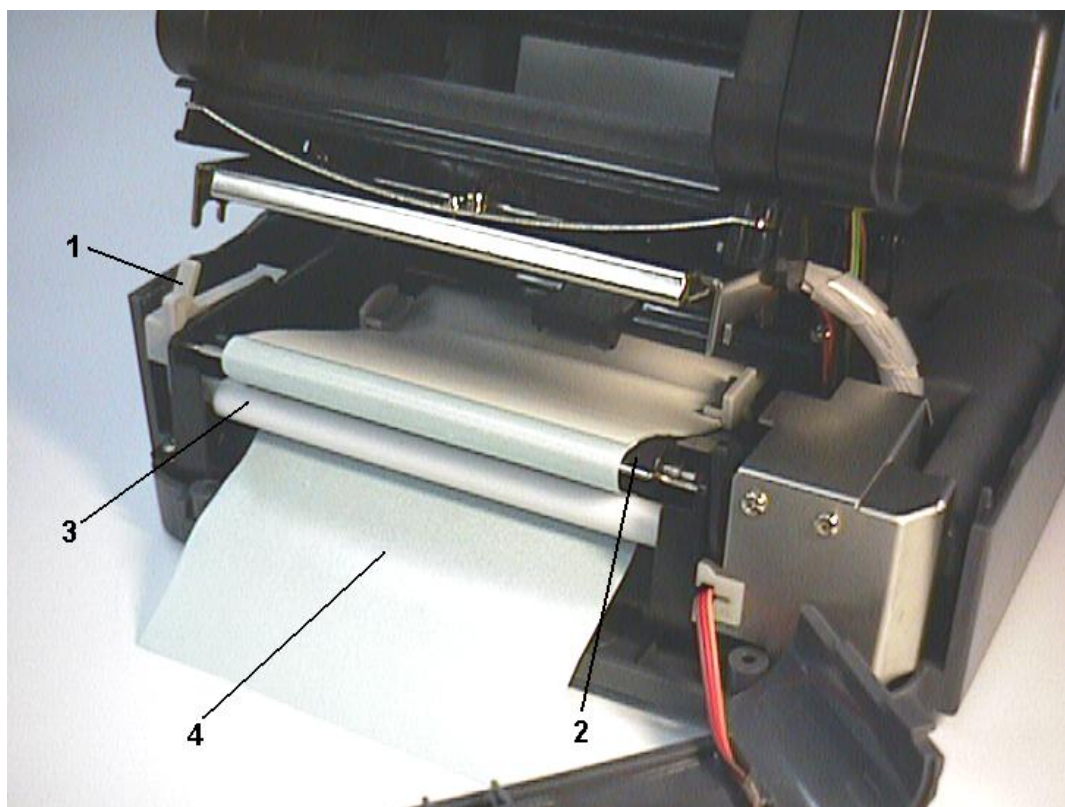

図7 自動剥離機能のためのプリンタの設定
2. ケースにぴったり合うように、最初の 1～2 枚のラベルを破り取る。図7のように、プラテンと白い「自動剥離」ローラーの間に台紙を入れる。